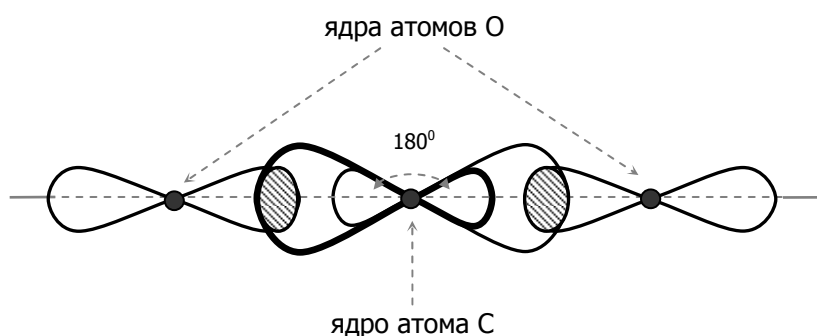

Рис. 9. σ -перекрывание sp -гибридных орбиталей атома углерода с p_x -орбиталями кислорода в молекуле CO_2 .
Поскольку ГО имеют **асимметричную** форму, то они в **большей** степени перекрываются с орбиталями других атомов (при формировании σ -связи с ними, как показано на рис. 9), и потому образуют **более прочные** ХС.
Подчеркнем, что угол между осями двух σ -связей при sp-гибридизации равен 180°, т.к. гибридные орбитали из-за отрицательного заряда электронов, находящихся на них, **отталкиваются**, т.е. стремятся к **максимальной удаленности** друг от друга. Как следствие, фрагмент из 3-х атомов получается **линейным** (рис. 9). А поскольку в карбине **все** атомы углерода в цепях, образуя по две σ -связи, имеют sp-гибридизацию своих орбиталей, то эти цепи тоже **линейны**. При этом 2p_z и 2p_y-орбитали каждого атома С в карбине участвуют в π -перекрывании, давая двойные (или тройные) связи в цепи: ... = C = C = C = ... (... – C \equiv C – C \equiv ...).
Молекулу оксида углерода(II) C формирует в s^2p^2 -состоянии (раздел 1.2.2). При образовании же CO_2 атом C возбуждается, приобретая sp^3 -конфигурацию, т.е. имеет 4 неспаренных электрона на 4-х орбиталях. Две из них (s - и p_x -) дают две σ -связи с двумя O, а две другие (p_y - и p_z -) формируют два π -перекрывания с этими же атомами O. Но т.к. гибридизации подвергаются лишь орбитали, участвующие в σ -связях, то имеем sp -гибридизацию. А значит, молекула CO_2 линейна (рис. 9) и потому (несмотря на полярность XC) **неполярна** [9].